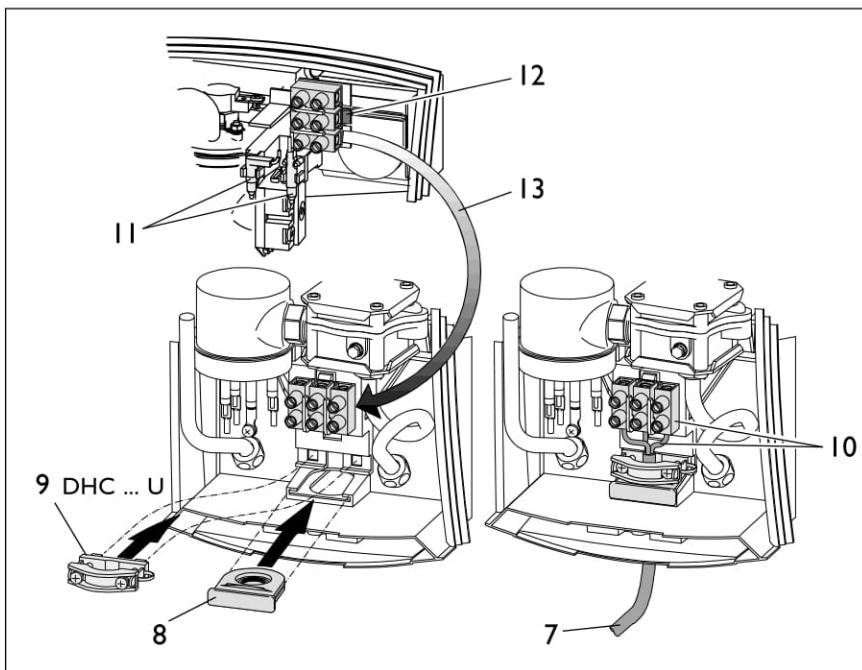
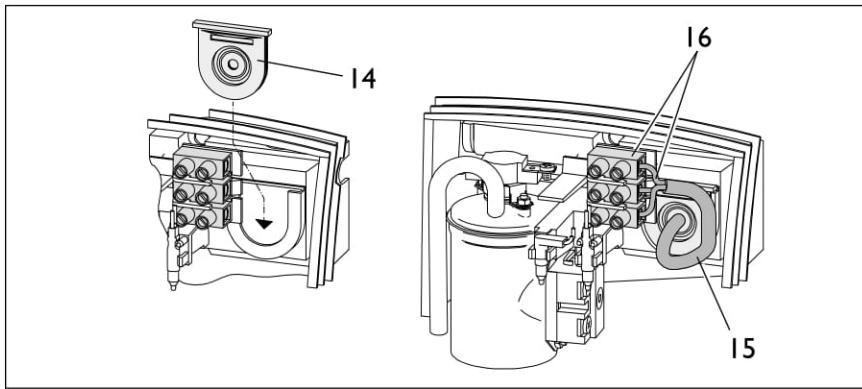

Рис. 16
Рис. 17
3. Электрический кабель укоротить в соответствии с рис. 16 и изолировать (кроме прибора DHC 3 U).
! Для защиты от попадания воды необходимо использовать уплотнение кабеля (рис. 16, поз. 8 и рис. 17, поз. 14). Вырезать уплотнительную шайбу в соответствии с толщиной кабеля электроподключения.
DHC 3 U (рис. 16)
DHC 6 U(рис. 16)
- **Подключение в верхней части прибора/открытая или скрытая проводка** (рис. 17)
- Отжать фиксатор клеммной колодки (рис. 16, поз. 12), вынуть клеммную колодку и вмонтировать ее в нижней части прибора (поз. 13).